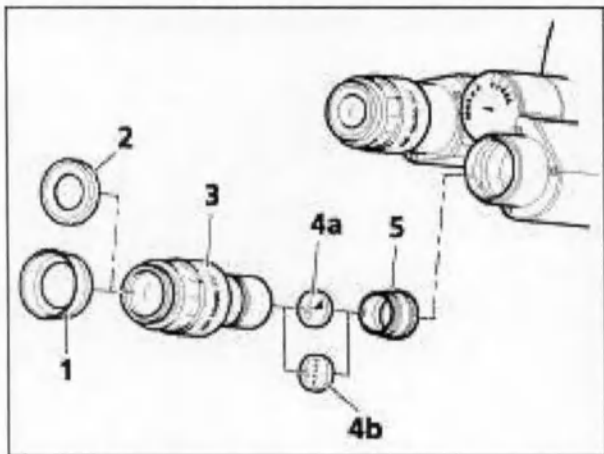

Рис. 14 Применение окулярной стрелки или окуляр-микрометра
Окуляры (рис. 14/3) могут иметь вытягивающиеся резиновые наглазники (рис. 14/1: вытянут; рис. 14/2: не вытянут). Наглазники поставляются для окуляров, но не монтированы.
- Вывинтите ручную диафрагму (рис. 14/5) из окуляра.
- Вложите в окуляр окулярную стрелку (рис. 14/4a) или окуляр-микрометр (рис. 14/4b) (стороной с надписью в направлении глаза пользователя).
- Сфокусируйте клиновидную фигуру окулярной стрелки с помощью стерильного кольца окуляра (рис. 14/3).